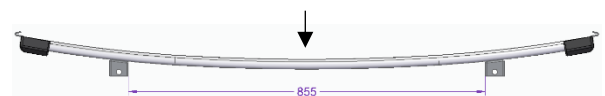

Abbildung 2
Danach kann die Spannschiene (3) montiert werden: Dazu müssen vorerst die Verbindungsbleche (11) mit den vier Sperrzahnschrauben M6x12 (18) an die vier Nutensteine, die sich bereits in der Nut der Spannschiene befinden, geschraubt werden. Achtung: Die beide Verbindungsbleche sind baugleich. Die Schräge soll die Krümmung der Schiene ausgleichen, so sind beide Verbindungsbleche senkrecht in Fahrzeugrichtung ausgerichtet (Abb. 2). Die Verbindungsbleche müssen mittig ca. 855mm auseinanderliegend leicht angeschraubt werden, so dass die Bleche sich noch verschieben lassen. Kleben Sie den langen Lackschutzgummi (29) noch auf die zum Fahrzeug zeigende Seite der Spannschiene (siehe Pfeil Abb. 2).